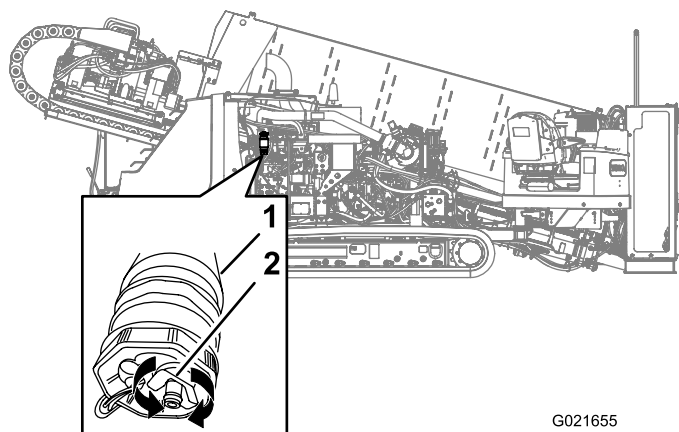

Figure 125
3. Placez un bac de vidange sous l'élément secondaire du filtre à carburant (Figure 125).
4. Tournez le robinet de vidange au bas du filtre à carburant secondaire de 2 ou 3 tours dans le sens antihoraire, et videz l'eau et le sédiment du filtre à carburant (Figure 125).